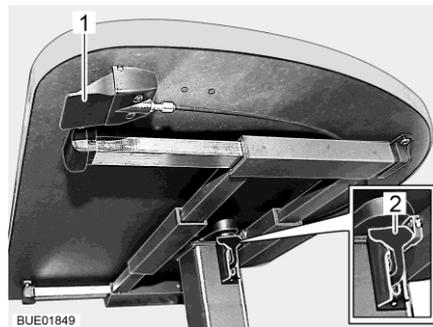

Fig. 63 Tavolo rialzabile con tasto di sblocco
- Tirare o spingere la leva di serraggio (Fig. 63,2) verso il basso.
- Premere verso l'alto la leva di serraggio (Fig. 63,2).
- Premere e tenere premuto il tasto di sblocco (Fig. 63,1). Il piano del tavolo va automaticamente verso l'alto fino al fine corsa.
- Rilasciare il tasto di sblocco (Fig. 63,1). Il piano del tavolo rimane nella posizione selezionata.
- Premere e tenere premuto il tasto di sblocco (Fig. 63,1).
- Rilasciare il tasto di sblocco (Fig. 63,1). Il piano del tavolo rimane nella posizione più bassa.